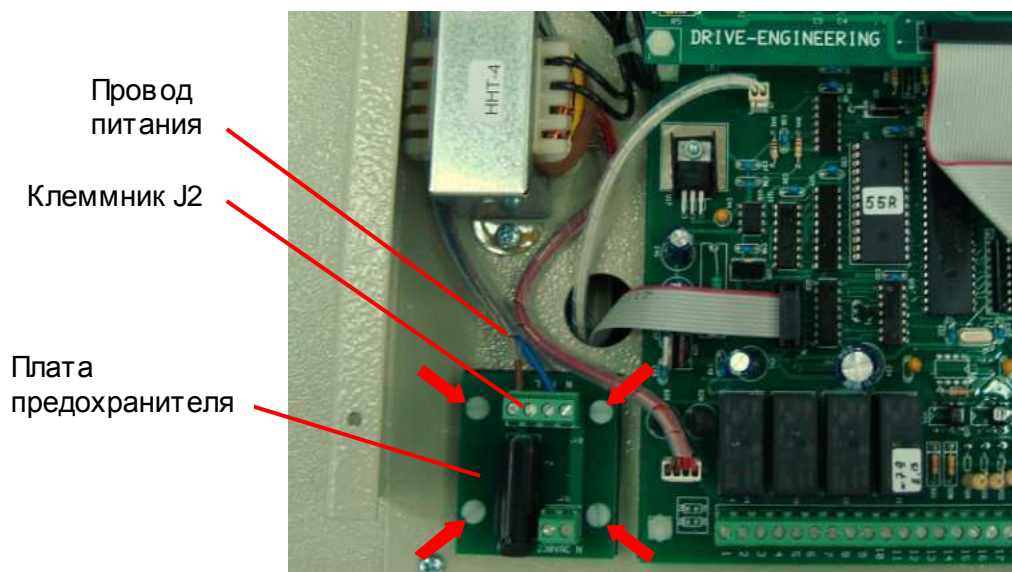

Рис. 7.20
7.7.3. Установить над крепежными отверстиями пластмассовые втулки, положить на них плату предохранителей и зафиксировать ее четырьмя пластмассовыми винтами (рис. 7.20, красные стрелки).
7.7.4. Подключить к клемме N клеммника J2 синий провод кабеля питания, а к клемме L – коричневый провод (рис. 7.20).